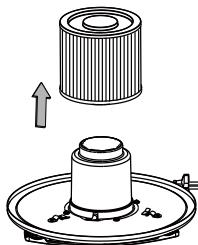

Fig. 10
- Ta försiktigt ut filterpatronen från drivenheten (Fig. 10).